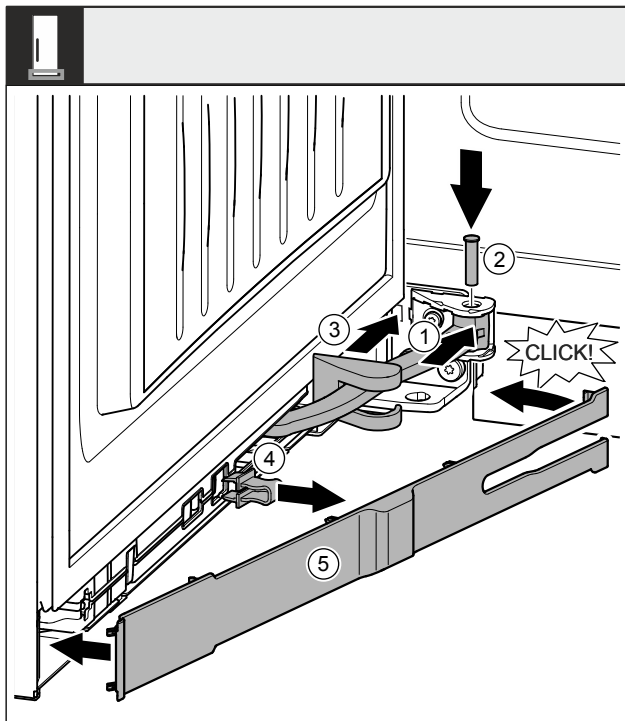

Fig. 53
- ▶ Otočte kloub Fig. 53 (1) v závěsu.
- ▶ Šroubovákem vložte čep Fig. 53 (2) do závěsu a kloubu. Přitom dávejte pozor, aby byla zajišťovací vačka správně usazena v drážce.
- ▶ Posuňte kryt stojanu ložiska Fig. 53 (3) podél kloubu a namontujte nad závěsem.
- ▶ Pojistku Fig. 53 (4) vytáhněte.
- ▶ Záslepku Fig. 53 (5) na straně madla nasadíte a sklopte.